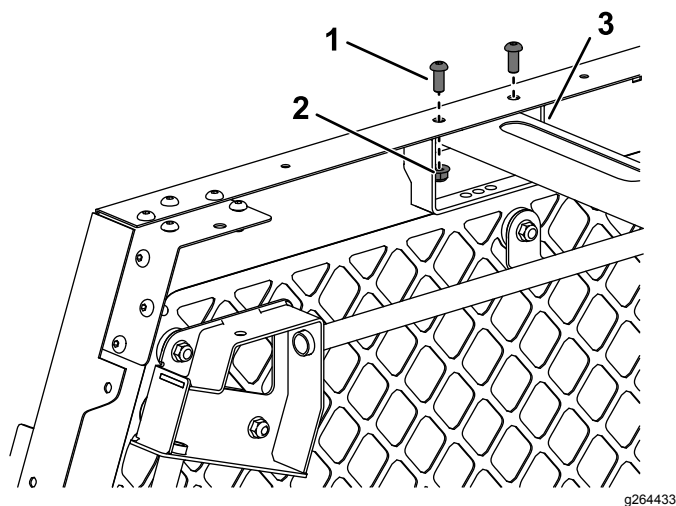

Рисунок 13
1. Установите каждую сторону крепления опоры при помощи 2 винтов с полукруглыми головками (5/16 x ¾ дюйма) и 2 фланцевых гаек (5/16 дюйма); см. Рисунок 13.